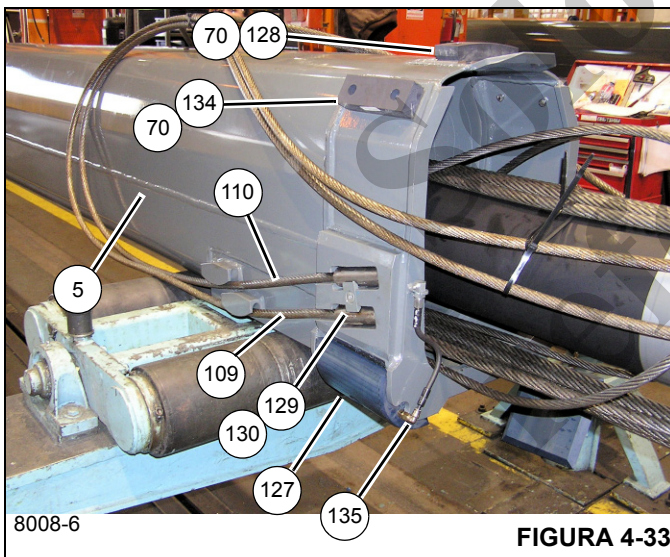
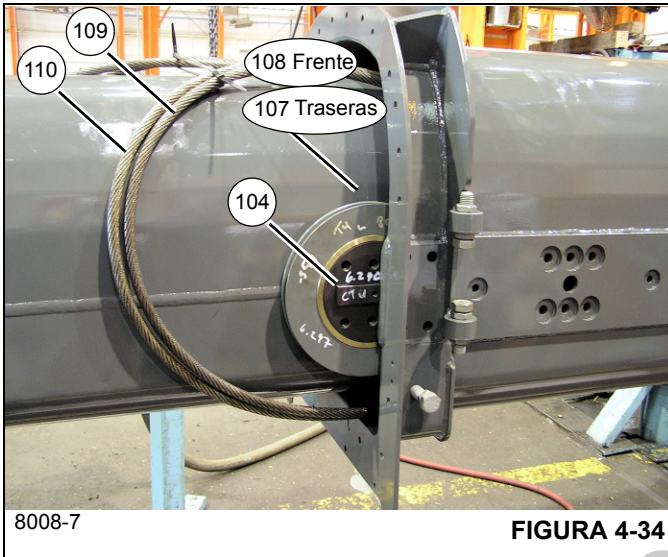
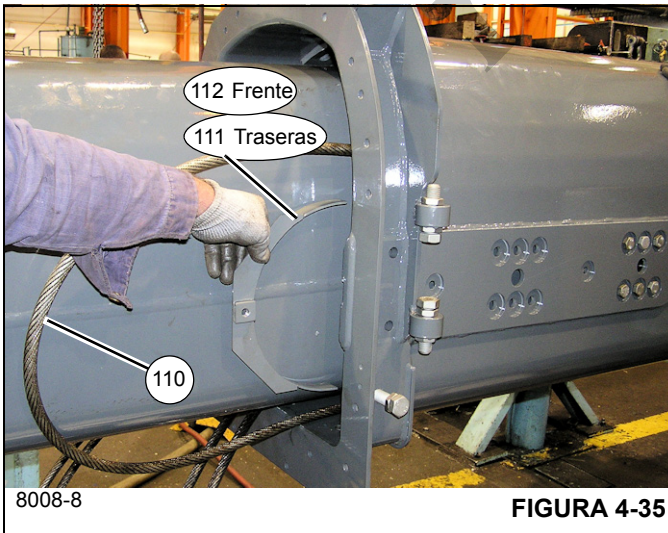

FIGURA 4-33
FIGURA 4-34
FIGURA 4-35
16. Monte el conjunto de almohadilla de desgaste (134) en cada lado de la parte inferior trasera de la sección telescópica 4 (5) utilizando los dos pernos (124) y las arandelas de seguridad (25) (vea la Figura 4-33).
17. Monte el conjunto de almohadilla de desgaste (128) en la parte inferior trasera de la sección telescópica 4 (5) utilizando los dos pernos (124).
18. Instale los dos conjuntos de cables de extensión de la sección telescópica 4 (109 y 110) a cada lado de la parte trasera de la sección telescópica 4 (5) y fije cada conjunto
de cables a la sección telescópica 4 (5) utilizando el cable de anclaje (129) y el perno (130) (vea la Figura 4-33).
19. Utilice bandas de amarre o tiras de correa para fijar temporalmente los cables (109, 110) y fije el conjunto de cables en el lado del cilindro telescópico (6) (lados izquierdo y derecho).
20. Coloque la sección telescópica 3 (4) con el lado superior hacia abajo y detrás de la sección telescópica 4 (5); coloque la sección telescópica 3 (4) en unos soportes adecuados.
21. Utilice una pistola engrasadora o brocha y aplique grasa en el interior de la sección telescópica 3 (4) en las áreas donde las almohadillas de desgaste de la parte trasera de la sección telescópica 4 tocarán al ser armadas.
22. Alinee la sección telescópica 3 (4) con la sección telescópica 4 (5).
23. Fije la manguera de engrase (135) y las piezas relacionadas (79, 80, 77, 78) a cada una de las almohadillas superiores traseras (127), luego instale el conjunto de almohadilla de desgaste/manguera de engrase en la escuadra de fijación en cada lado de la sección telescópica 4 (5) (vea la Figura 4-33).
**NOTA:** No permita que la almohadilla de desgaste (127) cuelgue de la manguera de engrase, ya que las roscas de la almohadilla de desgaste se pueden dañar. Si las roscas de la almohadilla de desgaste están dañadas, cambie la almohadilla de desgaste; no intente repararlas con cinta para roscas.
25. Inserte parcialmente la sección telescópica 4 (5) en la sección telescópica 3 (4).
26. Utilice los suplementos (70) para ajustar los conjuntos de almohadillas de desgaste traseras de la sección telescópica 4 (128, 134) de modo que las almohadillas de desgaste estén a una distancia máxima de 2 mm (0.08 pulg) de los lados y de la parte inferior de la sección telescópica 3. Se debe usar un número igual de suplementos en cada lado.
27. Inserte la sección telescópica 4 (5) en la sección telescópica 3 (4) hasta que los bucles en los cables de extensión de la sección telescópica 4 (109, 110) estén cerca de la punta de la sección telescópica 3 (4) (vea la Figura 4-34).
- 28. Utilice el eje (104) y los seis pernos (105) para montar la polea trasera (107) en el interior de la sección telescópica 3 (4) (lados izquierdo y derecho) utilizando el conjunto trasero de orificios de montaje (vea la Figura 4-34); compruebe que la pestaña rectangular del eje (104) se deslice dentro de la ranura de la sección telescópica 3 (4).
- 29. Trabajando en la parte trasera de la sección telescópica 3 (4), tire de los cables de extensión de la sección telescópica 4 (109) hasta que se asienten en las poleas (107).
- 30. Instale el miembro soldado del protector trasero (111) (lados izquierdo y derecho) sobre el cable de extensión de la sección telescópica 4 (109), donde el cable se envuelve alrededor la polea (107) y fíjelo con el perno (113) (vea la Figura 4-35).
- 31. Utilice el eje (104) y los seis pernos (105) para montar la polea delantera (108) en el interior de la sección telescópica 3 (4) (lados izquierdo y derecho) (vea la Figura 4-34); compruebe que la pestaña rectangular del eje (104) se deslice dentro de la ranura de la sección telescópica 3 (4).
- 32. Trabajando en la parte trasera de la sección telescópica 3 (4), tire de los cables de extensión de la sección telescópica 4 (110) hasta que se asienten en las poleas delanteras (108).
- 33. Instale el miembro soldado del protector delantero (112) (lados izquierdo y derecho) sobre los cables de extensión de la sección telescópica 4 (110), donde el cable se envuelve alrededor la polea (108), y fíjelo con el perno (113).
- 34. Instale la grasera (106) en cada uno de los cuatro ejes (104). Añada grasa hasta que la grasa salga a través de las poleas.